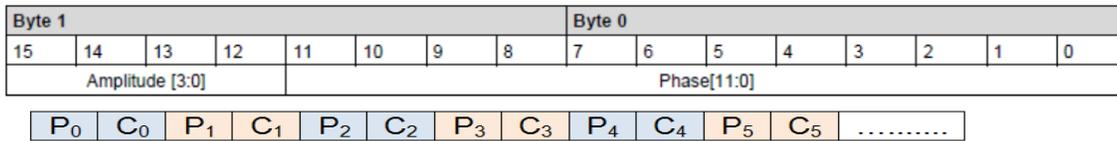

图 14: 2 字节模式
包含 4bits 的反射光亮度 (C) 和 12bits 的相位 (P)。如下图 14。Amplitude 和 Phase 组成 16 位 word， Amplitude 为 MSB。